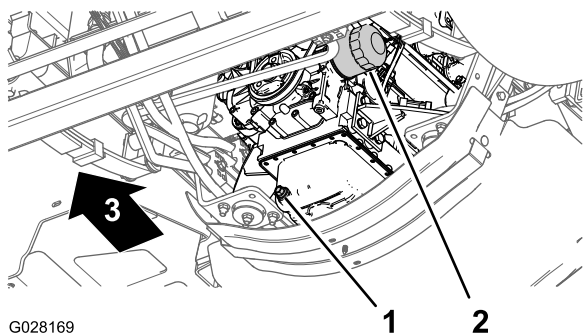

图51
- 在机油滤清器下放一个放油盘 图51。
- 拆下旧机油滤芯 图51。
- 将机油滤清器安装到滤清器安装座上顺时针旋转机油滤清器直至橡胶垫片接触到滤清器安装座然后再将滤清器拧紧 1/2 圈 图51。
- 在排油塞下放置一个容量为 5.6L 或更大的放油盘 图51。
- 拔掉排油塞 图51 让机油完全排出。